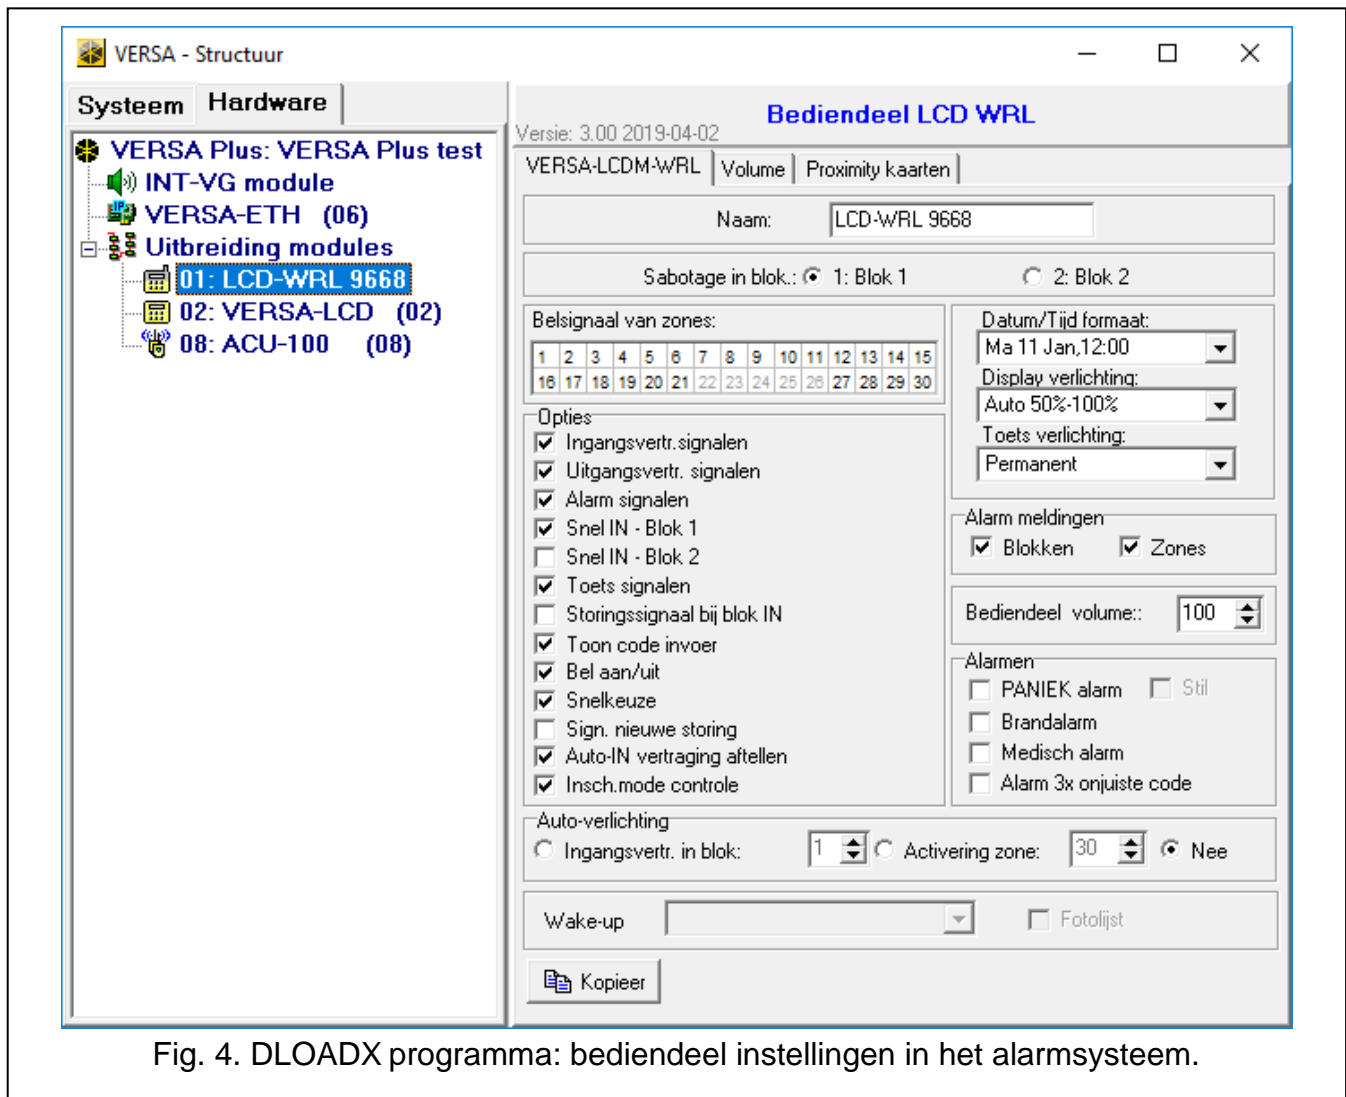

Fig. 4. DLOADX programma: bediendeel instellingen in het alarmsysteem.
- DLOADX programma: →“VERSA – Structuur” scherm →“Hardware” tabblad →“Uitbreidingen” →[bediendeel naam] (zie: Fig. 4),